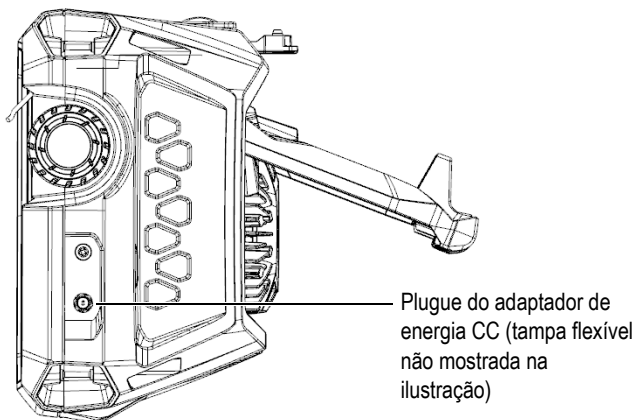

Figura 3-1 Plugue do adaptador de energia CC
2. No lado direito do OmniScan X3, levante a cobertura de borracha flexível para expor o plugue do adaptador de energia CC (Figura 3-1 na página 44).